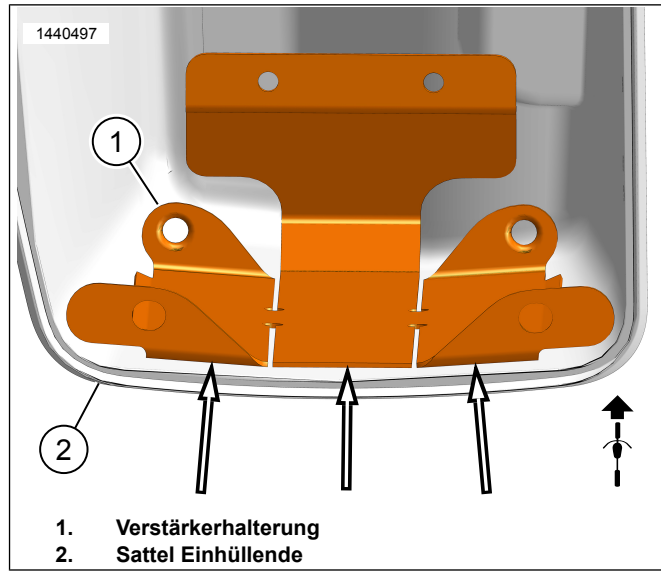

Abbildung 13. Sattel Einhüllende
- b. Abbildung 13 Die Schlitz in der Befestigungshalterung (1) zum Biegen und Anpassen an die Satteltaschenkontur (2) ohne Hin- und Herbewegung verwenden. Dadurch wird ein besserer Kontakt und eine bessere Haftung mit dem Klebeband gewährleistet. Die Schutzfolie des Klebebands zu diesem Zeitpunkt noch nicht abziehen.